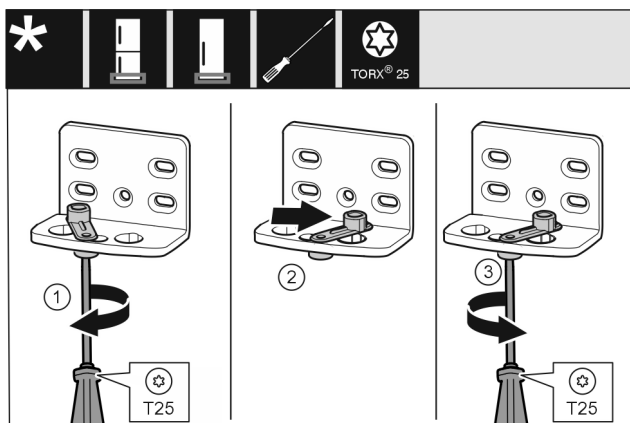

Fig. 16
- Schroef Fig. 16 (1) met een schroevendraaier losdraaien.
- Deursluthulp Fig. 16 (2) optillen en 90° naar rechts in de boring draaien.
- Schroef Fig. 16 (3) met een schroevendraaier vastschroeven.